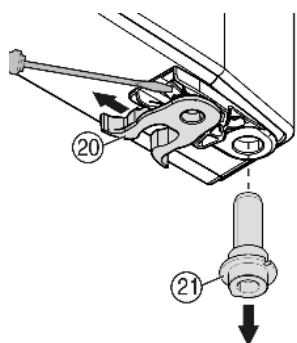

Fig. 9
- ▶ Přemístěte pružinovou svorku Fig. 9 (20): Stiskněte nos zarážky, přes ni stáhněte pružinovou svorku.
- ▶ Vytáhněte ložiskový čep Fig. 9 (21) z dveřní objímky a nasadte spolu s podložkou na protější stranu. Nos zarážky musí ukazovat k vnitřní straně dveří, zářez k vnější straně.
- ▶ Nasadte dveře dole a ložiskový čep Fig. 9 (21) do stojanu ložiska. Příp. ložiskovým čepem otáčejte tak, aby mohl zaskočit do západky.